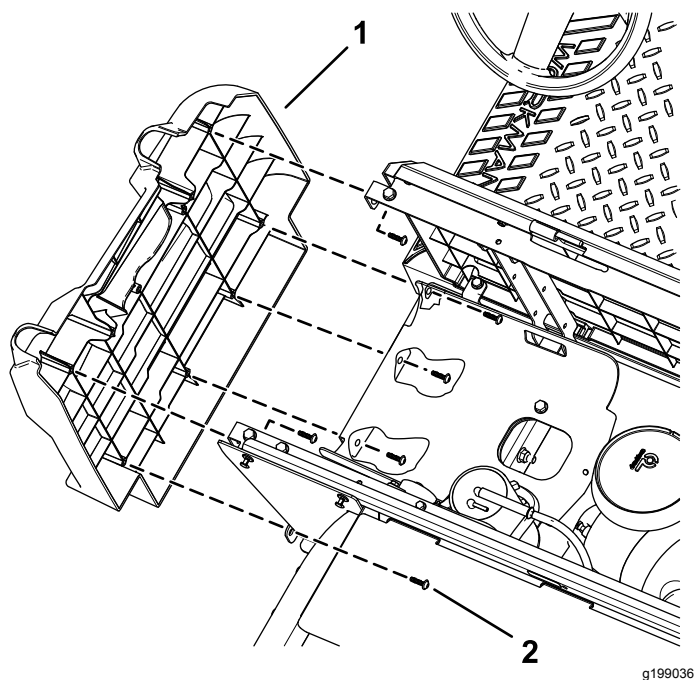

図 9
4. T30 ソケットレンチを使って、左側パネルから Torx ヘッドねじ M6.0 x 22mm 6本を外してサイドパネルを外す 図 9。